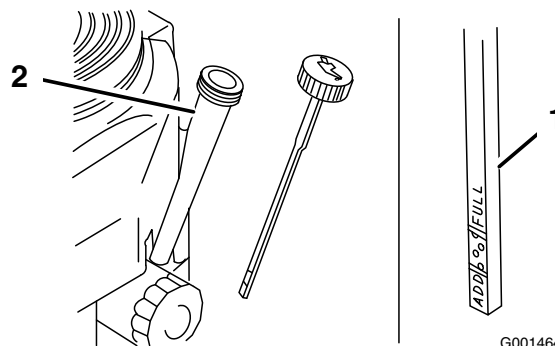

Figura 25
4. Limpie alrededor de la varilla de aceite (Figura 25) para impedir que caiga suciedad por el orificio de llenado y cause daños en el motor.
5. Desenrosque la varilla de aceite y limpie el extremo (Figura 25).
6. Deslice la varilla a fondo en el tubo de llenado, pero no la enrosque en el tubo (Figura 25).
- Vierta lentamente un 80% aproximadamente de la cantidad especificada de aceite por el tubo de llenado (Figura 25).